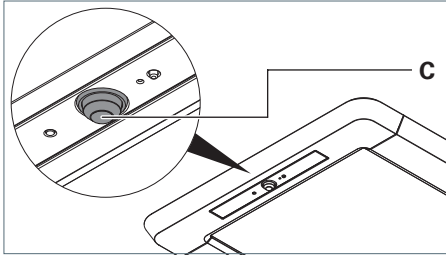
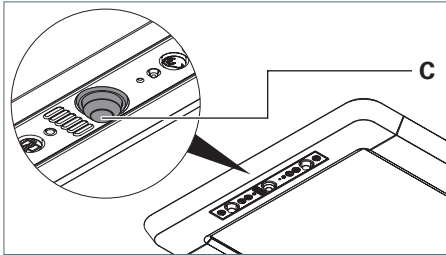

Fig. 22: PIR Sensor, Ausführung R.
Fig. 23: PIR Sensor, Ausführung RX.
- Stellen Sie den Kugelkopf **C** des PIR Sensors in die gewünschte Richtung, siehe Fig. 22 und siehe Fig. 23.